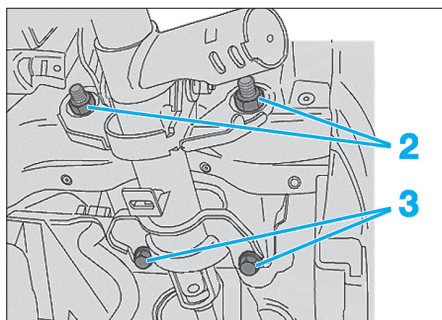

Fig. 9
- les écrous (2) (Fig.9),
- les vis (3),